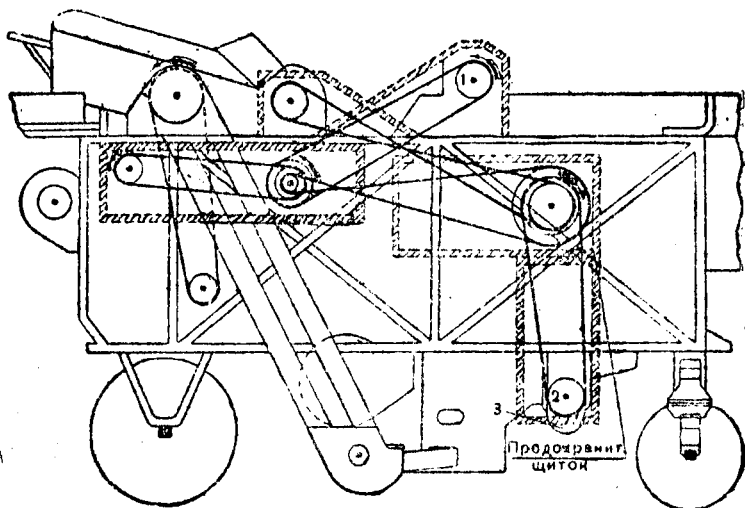

Рис. 135. Молотилка МК-1100 с приспособлением для обмолаа клевера (правая сторона. Расположение ремней и предохранительных щитков):
1. **Терочный барабан 1** (рис. 135) производит вытирание се-
недомолоченные бобки (пыжила) задерживаются и силой воздушной струи из нижнего рукава вентилятора уносятся в жолоб шнека 3 (рис. 135).